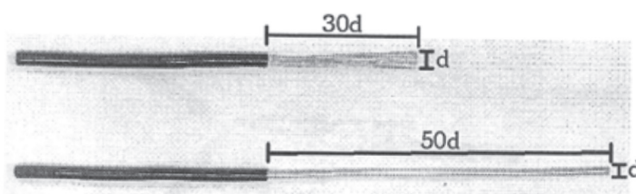

figura 15
1. Remova a isolação de ambos os condutores, conforme a **figura 15**.